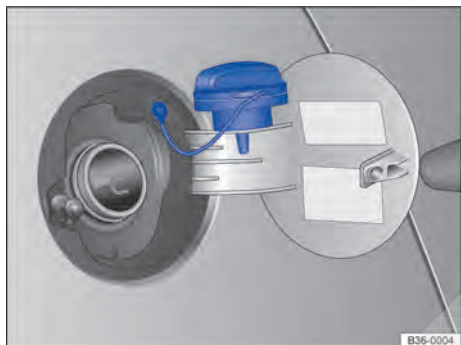

Fig. 217 Portinhola do tanque aberta com a tampa do tanque pendurada.
- Girar a tampa do tanque no sentido anti-horário e encaixá-la na dobradiça da portinhola do tanque ⇒ Fig. 217.